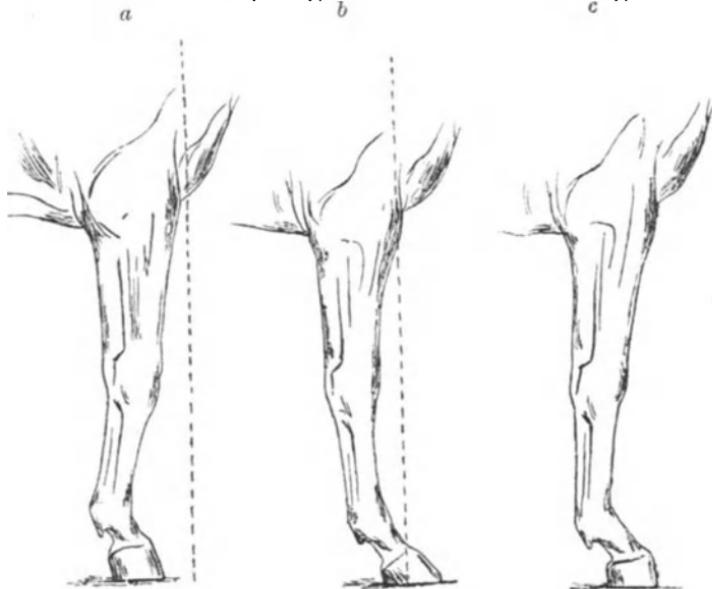

Abb. 21.
Abweichung erst am Vorderfußwurzelgelenk an, so heißt die Stellung vorbiegig, auch hammelbeinig (Abb. 21 b).
4. Die bärenfüßige Stellung (Abb. 21 c).